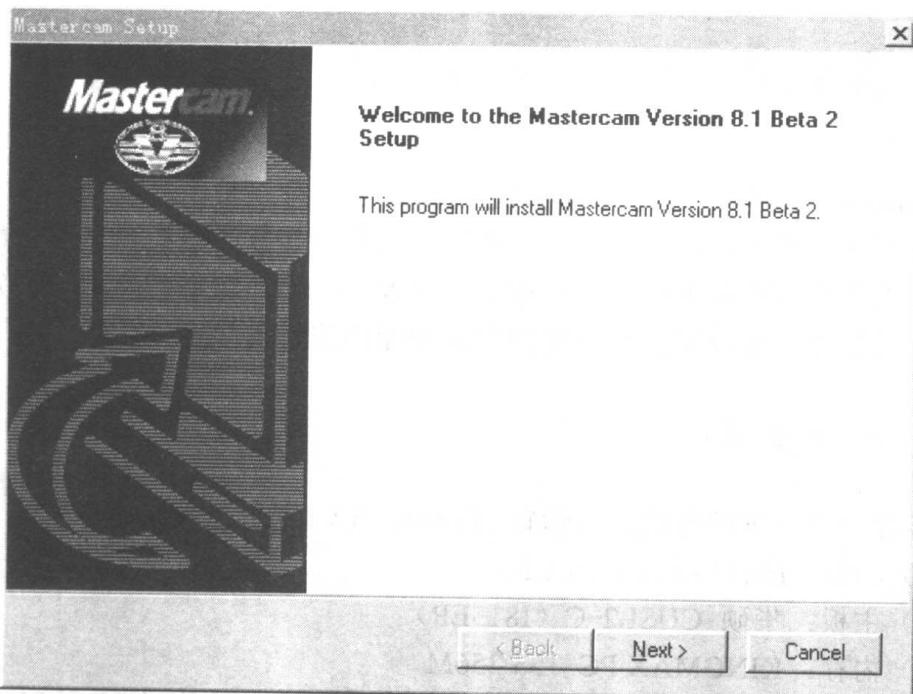

图1-1 Mastercam 安装界面之一
- 1) 将 Mastercam V8.1 的安装光盘放入 CDROM，会自动执行安装。如果安装光盘不会自动执行安装，请直接执行光盘上的 Setup.EXE 文件。出现如图 1-1 所示的安装界面。